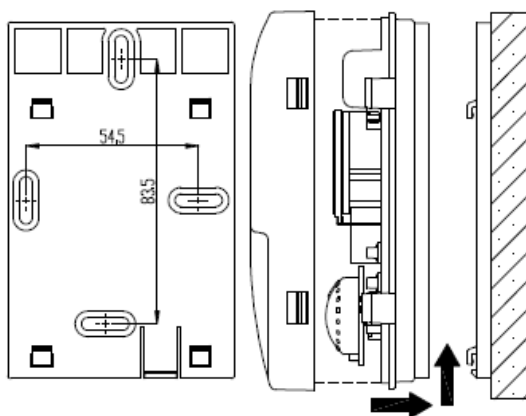

Fig 4: Snäppa fast på väggplatta
4. Montera styrenheten i urtaget på fläktkonvektorn enligt Fig.4 och tryck lätt till de fyra tänderna "klickar".
5. Tryck tillbaka locket tills tänderna "klickar" och montera tillbaka vredet enligt Fig.4.